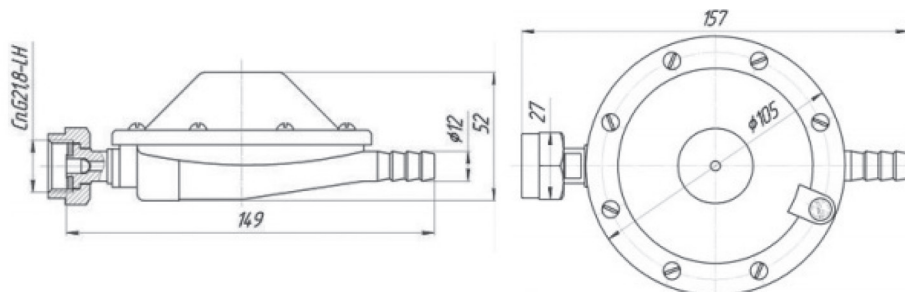

Рисунок 12 - Редуктор давления
5. Присоединить редуктор давления (Рисунок 12) к вентилю газового баллона путем накручивания накидной гайки.